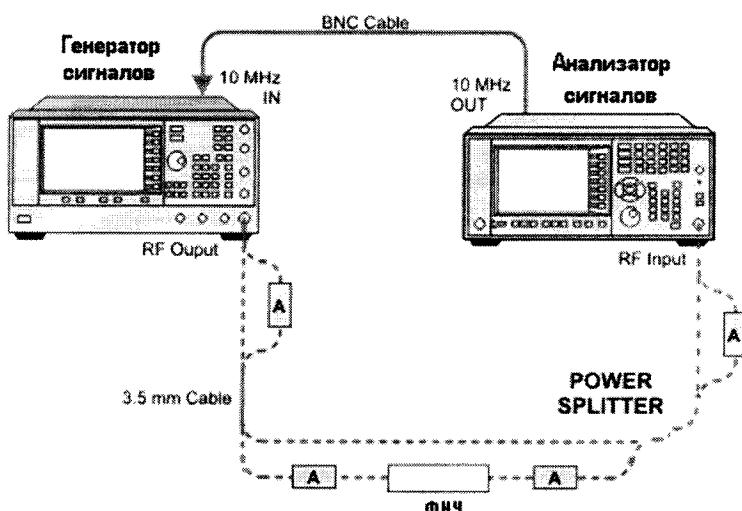

Рисунок 9
7.3.6.3 При измерении уровня второй гармоники необходимо использовать фильтры нижних частот соответствующие частоте несущей. Подать на вход анализатора (рисунок 9) гармонический сигнал частотой  $f_1$  и измерить по отсчетному устройству уровень помехи на частоте  $2f_1$ .